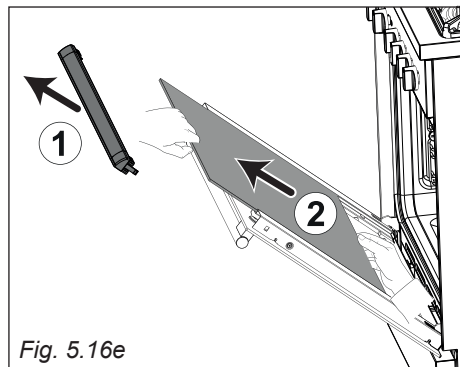
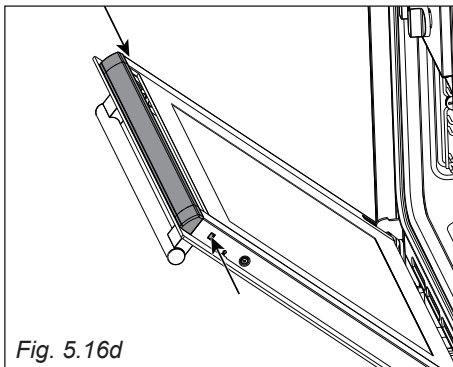

Fig. 5.16e
Fig. 5.16d
- Premere sulle due alette per sganciare il profilo superiore (frecche di fig. 5.16d), quindi rimuoverlo delicatamente (freccia 1 di fig. 5.16e).
- Sfilare delicatamente il vetro interno (freccia 2 di fig. 5.16e).